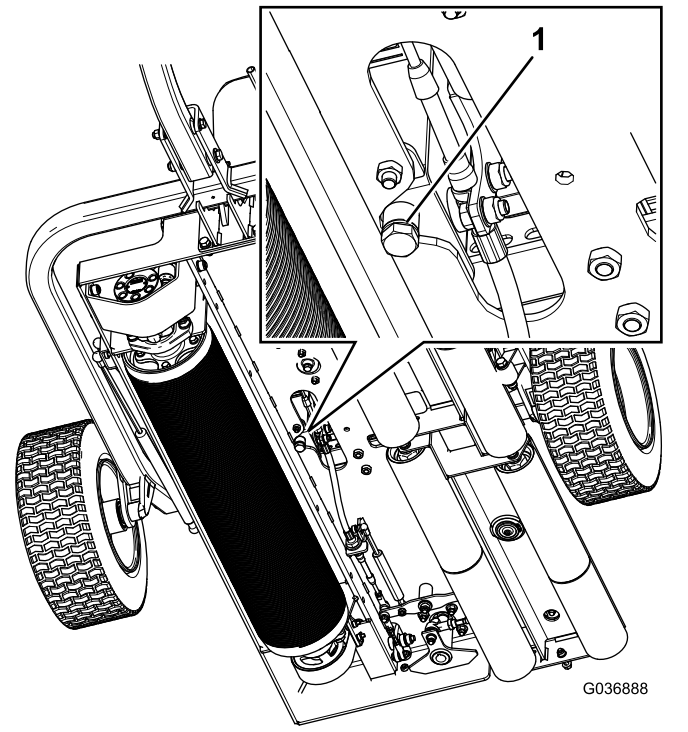

Figura 35
1. Coloque un recipiente debajo del tapón de vaciado del depósito hidráulico (Figura 35).
2. Retire el tapón de la parte inferior del depósito (Figura 35).